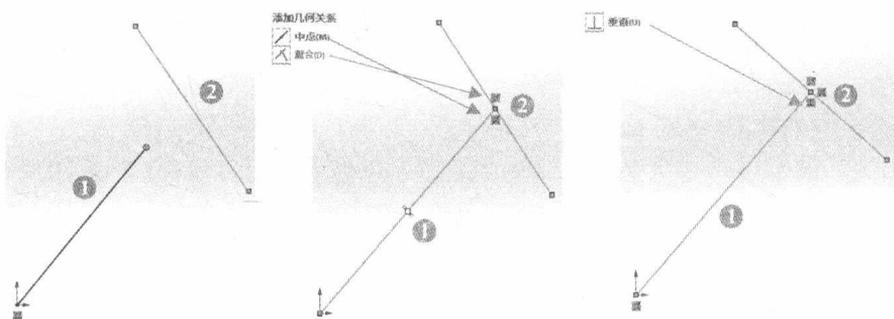

图 1-11 绘制中垂线
如图 1-11 所示，以绘制中垂线为例，在复杂草图和需要使用二次开发修改草图时，尽量先任意画两条不垂直的直线，通过同时选中标记为①的“线段 1”的端点和标记为②的“线段 2”添加【中点】与【重合】两个几何关系，再同时选中“线段 1”与“线段 2”并添加【垂直】关系，最终形成所需要的中垂线关系。